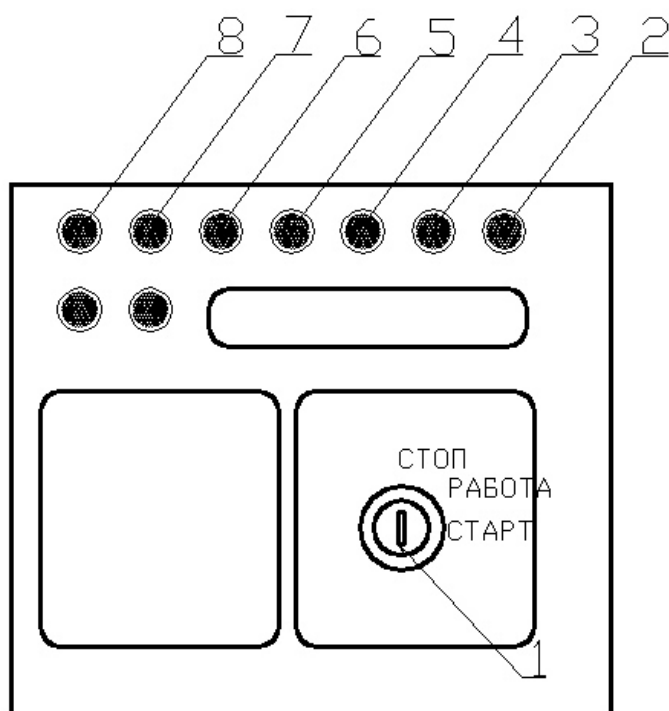

Рис. 1.
4.1. ПУЛЬТ УПРАВЛЕНИЯ (см. рис. 1)